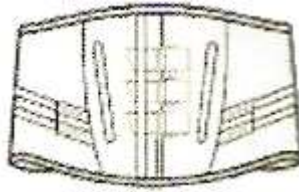

Figure 27 : CMAL ventrière et montante au dos munie d'une patte hypogastrique MN (56)
- CMAL ventrière et montante au dos munie d'une patte hypogastrique MN ou GM. Prévues surtout pour les hommes avec proéminence abdominale mais également pour les femmes, la forme montante au dos augmente la surface d'appui dorsal afin de permettre un bon maintien du tablier abdominal et un soulagement du dos. La patte hypogastrique permet de soutenir la masse abdominale (Figure 27) ;